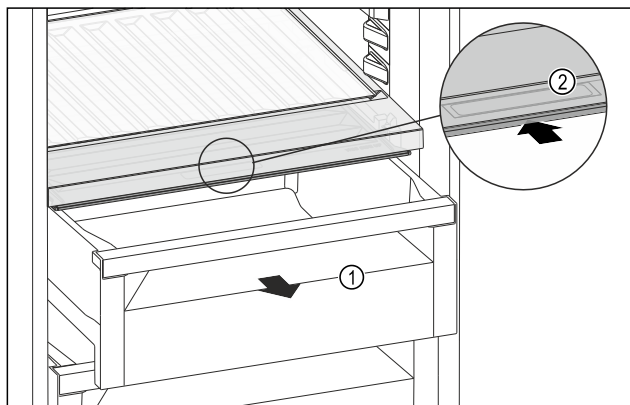

Fig. 119
- ▶ Витягніть висувний ящик Fig. 119 (1).
- ▶ Візьміться за потайну ручку Fig. 119 (2) на кришці відділення й одночасно посуньте кришку відділення назад.